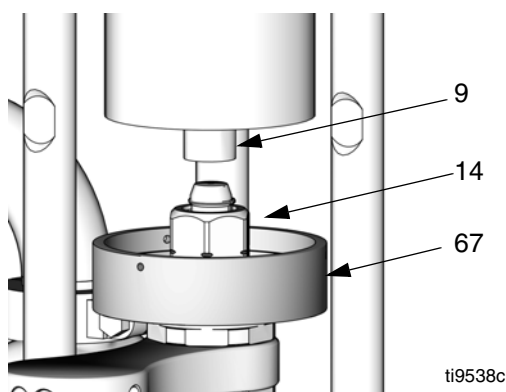

FIG. 7. Colocación del colector
2. Ponga el motor en modo JOG (movimiento momentáneo) para mover el pistón de corredera (9) hacia arriba, proporcionando espacio suficiente para ajustar el colector (67) entre la caja de control y la varilla del pistón.
3. Vea la FIG. 7. Coloque en posición el colector (67) sobre la tuerca de acoplamiento (14) y déjelo caer en la varilla del pistón de la bomba.